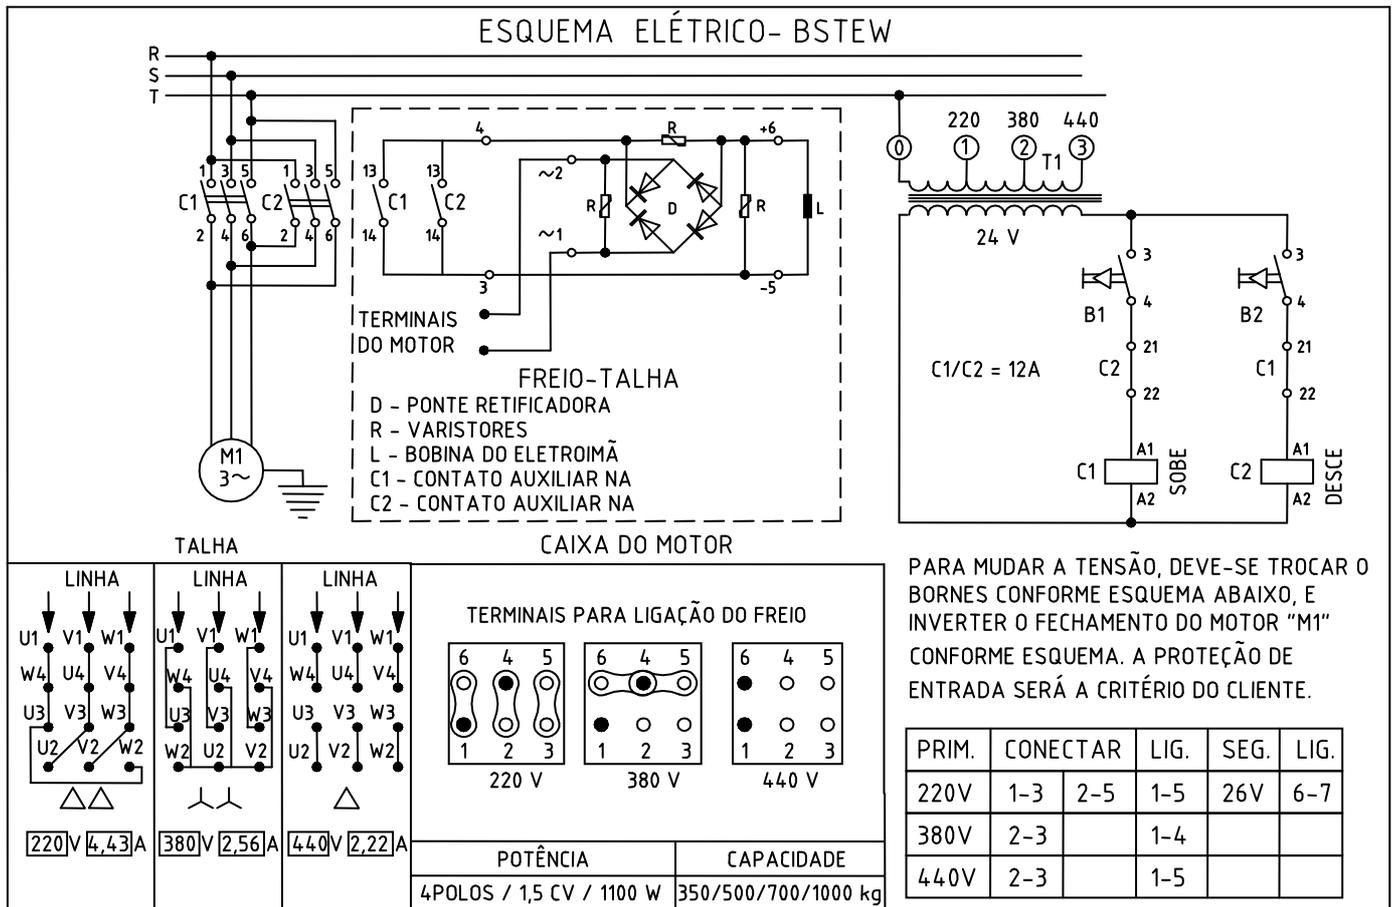
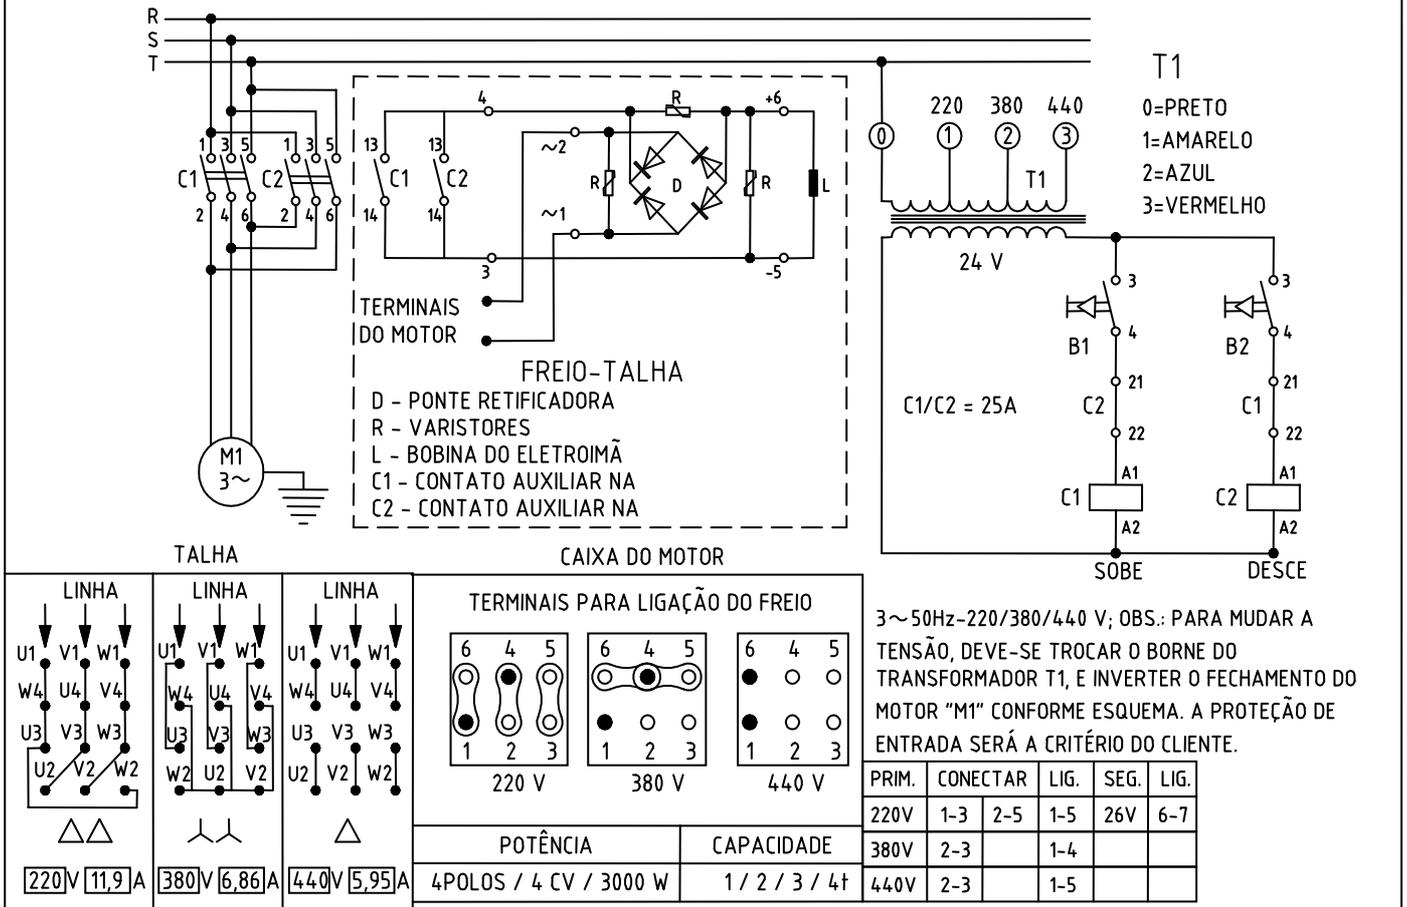

Fig. 1
Fig. 3
3.3- Antes de conectar o cabo de alimentação à rede elétrica confirmar se a tensão indicada na placa de identificação da talha corresponde à tensão de alimentação, as conexões devem ser efetuadas conforme esquemas elétricos mostrados nas fig. 1 e 2 para talhas **BSTEW** e FIG. 3 e 4 para talhas **BSEW**.